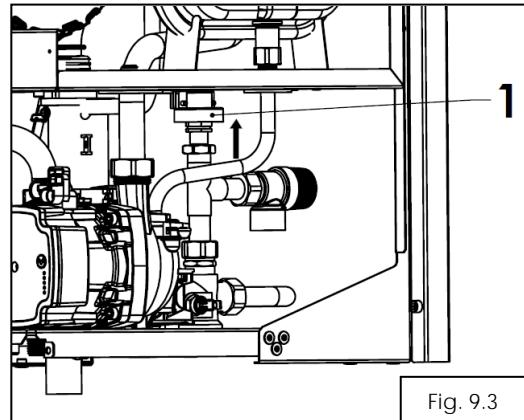

Fig. 9.3
Inlocuirea senzorului de presiune (1) fig. 9.3 presupune urmatoarele operatii:
- se deconecteaza senzorul de presiune (1);